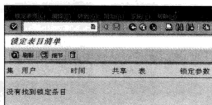

图 13-44 “锁定表目清单”界面
STEP 2 如果知道具体的“表名”或者“锁定参数”，直接输入后可以单击“**选择**”按钮，显示具体的锁定信息；如果不知道的话，直接输入“用户名”和查询的“集团”代码，然后单击“**选择**”按钮，则可显示所有的锁定信息，如图 13-44 所示。如果没有锁定的对象，则显示无锁定对象的提示。